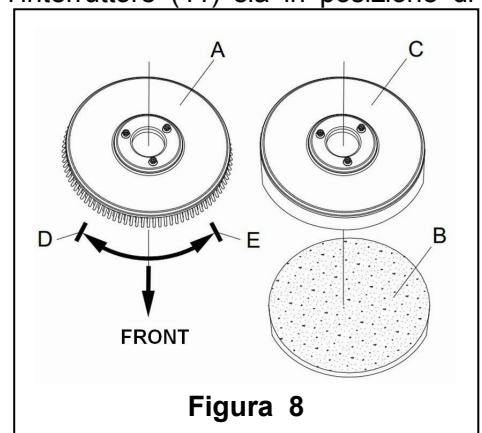

Figura 8
A seconda del tipo di pavimento da pulire, sull'apparecchio si può installare spazzola (Figura 8, A), o cuscinetto (Figura 8, B e C).
- (Applicabile solo a **AS430B** e **AS510B**): assicurarsi che l'interruttore (41) sia in posizione di disconnessione (**O**).
- Premere in basso il manubrio (2) per alzare il serbatoio (26).
- Mettere spazzola (A) o cuscinetto (B – C) in sede .
- Usare il manubrio (2) per abbassare il serbatoio (26) a contatto con spazzola o cuscinetto.
- Per installare spazzola/cuscinetto automaticamente, mettere l'interruttore (41) in posizione "I" e premere l'interruttore di sicurezza (1). Spingere gentilmente in avanti l'apparecchio per permettere alla ruota di trasporto sul fondo del serbatoio di allinearsi con spazzola o cuscinetto che possono così essere installati. Quindi rilasciare l'interruttore di sicurezza. Se occorre, ripetere la procedure fino all'installazione di spazzola/cuscinetto.
- Se il Passo 5 risulta difficile, usare il metodo manuale seguendo la freccia (D) per installare spazzola / cuscinetto (come mostrato nella **Figura 8**).
- Per disinstallare automaticamente spazzola/cuscinetto, mettere l'interruttore (41) in posizione "O". Reggere il manubrio, e premere l'apparecchio verso il basso finché la ruota di guida tocca il pavimento e spazzola/cuscinetto siano sospesi in aria. Mettere l'interruttore (41) in posizione "I" e
8. Se il Passo 7 risulta difficile, usare il metodo manuale, ruotando spazzola/cuscinetto in direzione opposta a quella della normale rotazione così che si stacchi (come mostrato nella **Figura 8**)